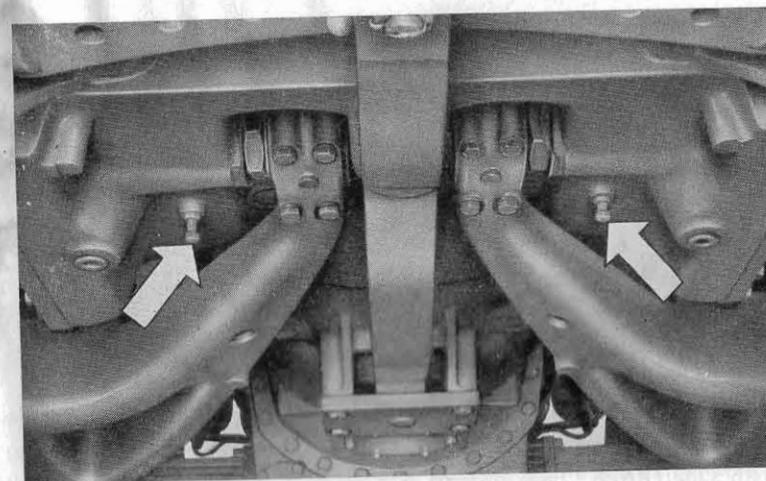

Fig. 20. - Viti per centratura nastri dei freni destro e sinistro.
- Avvitare le due viti di centratura nastri frenanti (ved. fig. 20), fino a che questi ultimi vengano a contatto dei tamburi, poi sviarle di due giri e bloccarle in questa posizione mediante il dado.